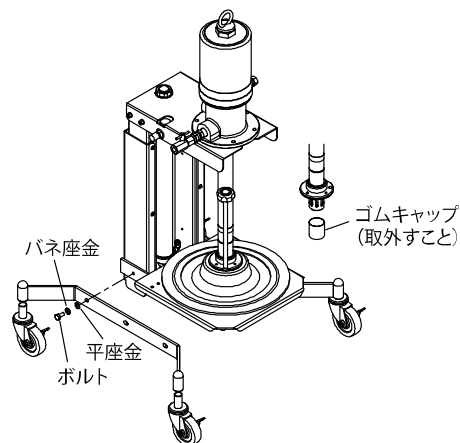

Fig. 1
- 1) 本製品は、車輪部を分解して梱包してあります。キャスターをキャスターベースに差込んでください。付属のボルト、座金、バネ座金を使用し組付けてください。(Fig. 1)